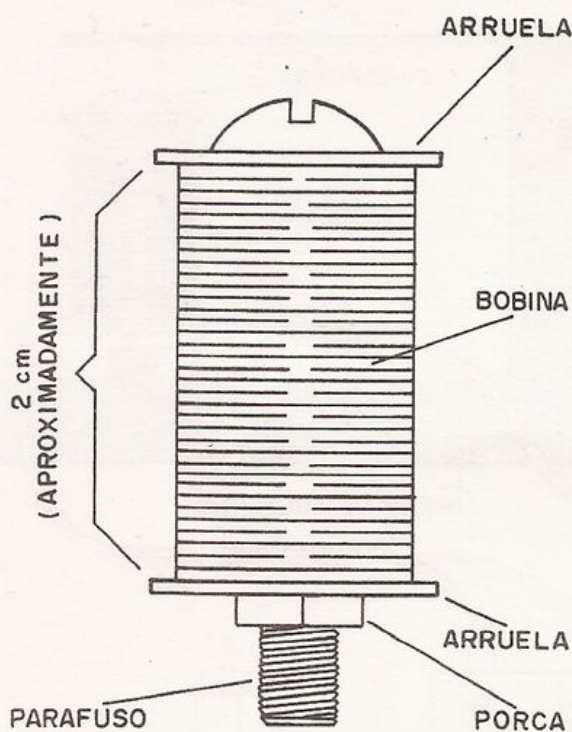

figura 4
a) Enrole um carretel formado por um parafuso com duas aruelas, conforme mostra a **figura 4**, o máximo de voltas de fio esmaltado fino que conseguir.
Se precisar emendar o fio, faça como mostra a **figura 4**, raspe o local e use ou um fósforo para fundir o ponto da junção ou então solde: não faça muitas emendas, pois isso pode dar origem a curto-